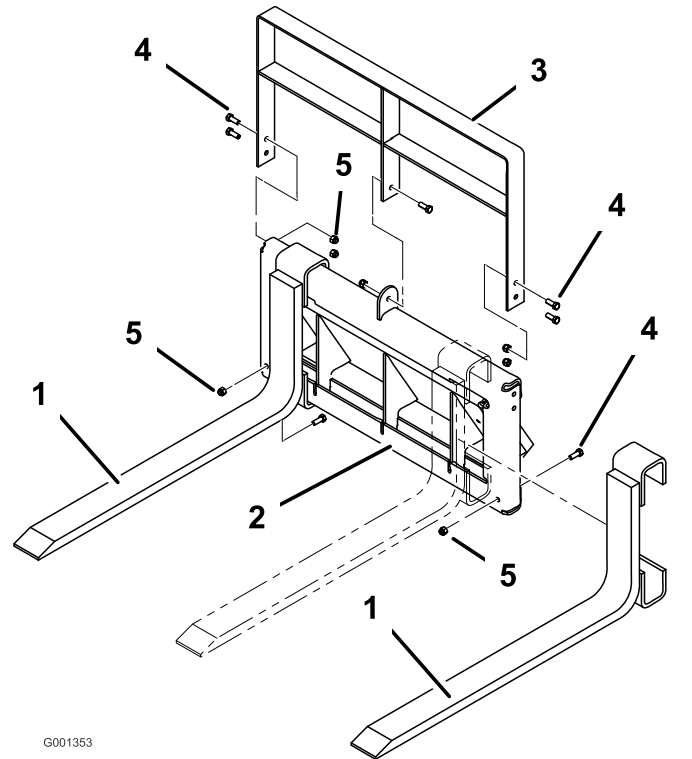

Bild 3
1. Montieren Sie die Gabel auf den Rahmen der einstellbaren Gabel wie in Bild 3 dargestellt und sichern Sie jeden Zinken mit einer Schraube ($\frac{3}{8}$ " x 1") und einer Sicherungsmutter ($\frac{3}{8}$ ").
2. Montieren Sie den oberen Rahmen der Gabel wie in Bild 3 dargestellt über der Baugruppe und befestigen Sie ihn mit 5 Schrauben ($\frac{3}{8}$ " x 1") und 5 Sicherungsmuttern ($\frac{3}{8}$ ").